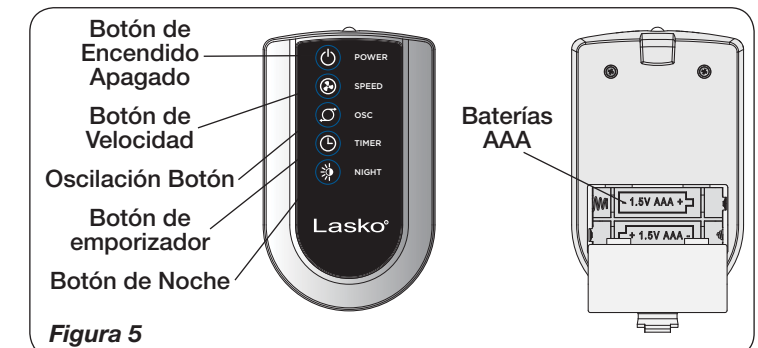

Figura 5
1. Instale las dos baterías "AAA" (no incluidas), como se muestra en la Figura 5.